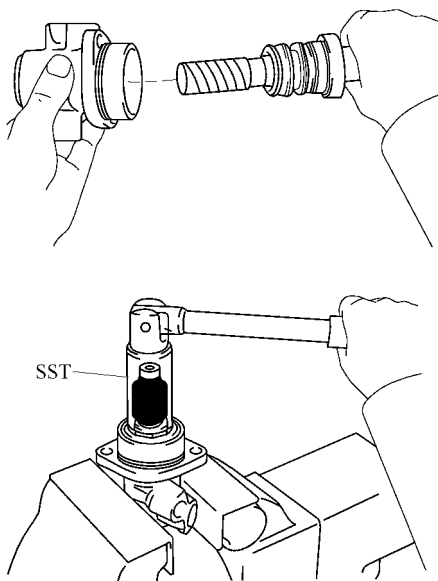

图 16-71 安装导向螺母
1) 在新的特氟隆环上涂敷动力转向液压油, 将控制阀推入阀体。然后新的 O 形密封圈上涂敷动力转向液压油, 装到轴承导向螺母上。再将小齿轮轴上卷上乙烯胶带, 使用轴承导套螺母套筒扳手安装导向螺母, 如图 16-71 所示。